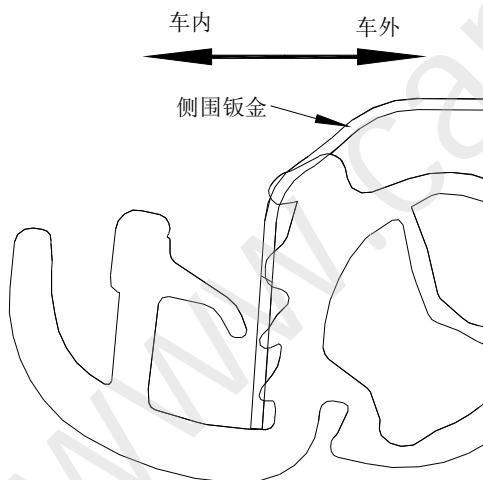

图 4-12-1 前门门框密封条安装方向示意图
3. 漆标位置对 B 柱上角，按照图 4-12-1 后门门框密封条安装方向示意图图示方向，将门框密封条安装至车身钣金上并注意以下事宜：